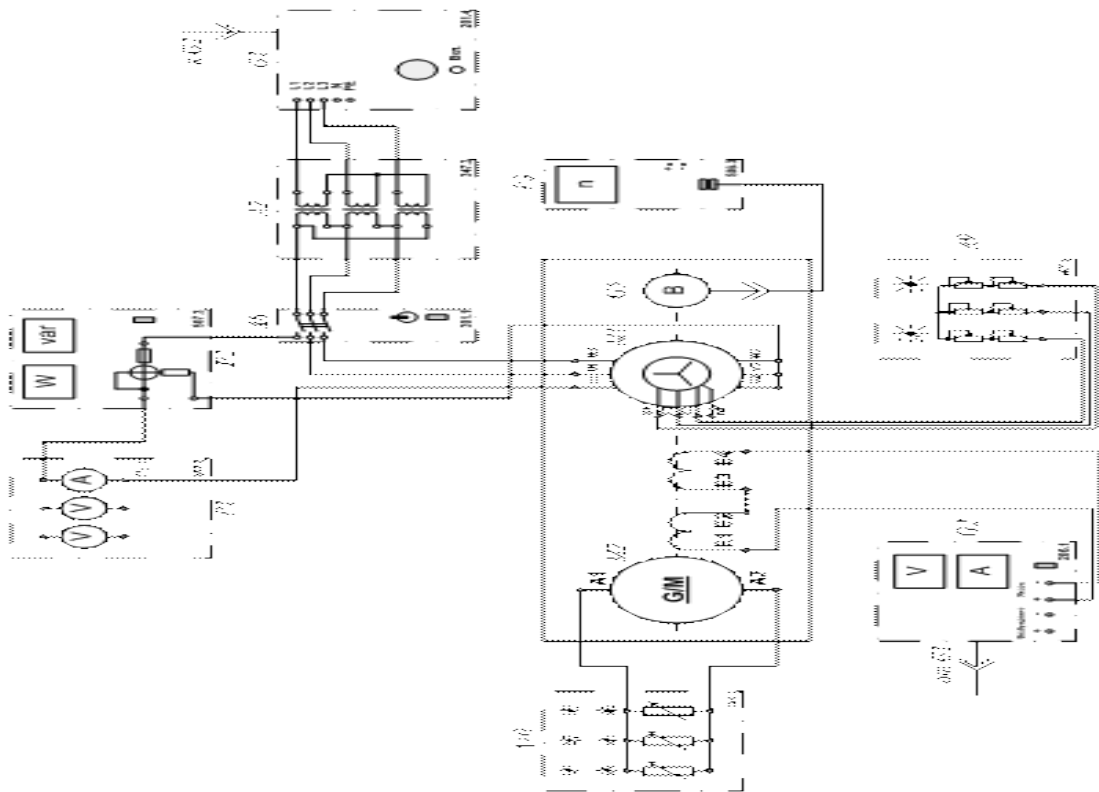

Рисунок 13.3 - Схема определения механической характеристики трехфазного асинхронного двигателя с фазным ротором.
1. Собрать схему лабораторной установки согласно рис. 13.3